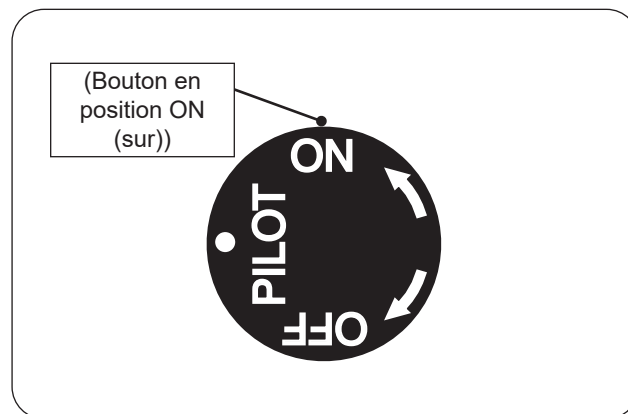

Fig. 50-1 Éclairage manuel
1. Assurez-vous que la veilleuse brûle. Tournez le bouton de commande dans le sens antihoraire ↺ ON (sur) pour allumer le brûleur (voir Fig. 50-1).